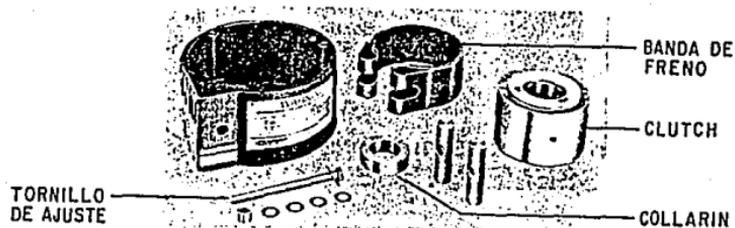

Fig. II.6 COMPONENTES DEL FRENO.
D. Componentes del freno. El freno BSB-2 consiste de un clutch que contiene: Un sello laberinto (tapa), un sello de borde (inferior), dos cojinetes, 8 baleros y 8 asientos seguidores. El clutch se monta y se fija a la flecha impulsora y la banda de freno se ensambla sobre el clutch circundando su parte exterior (Fig. II.6).